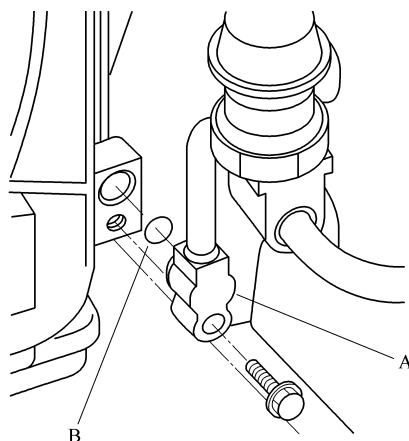

图 3-20 断开储液器管
4) 拆下螺栓, 然后将储液器管 A 从冷凝器上断开, 从储液器管上拆下 O 形圈 B, 如图 3-20 所示。